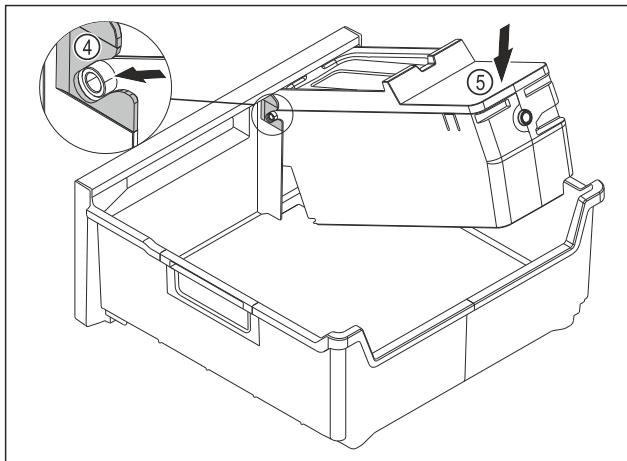

Fig. 187
- Монтаж на корпуса на EasyTwist-Ice: Вкарайте осите на корпуса на EasyTwist-Ice във водачите Fig. 187 (4).
- Натиснете надолу корпуса на EasyTwist-Ice Fig. 187 (5) отзад.